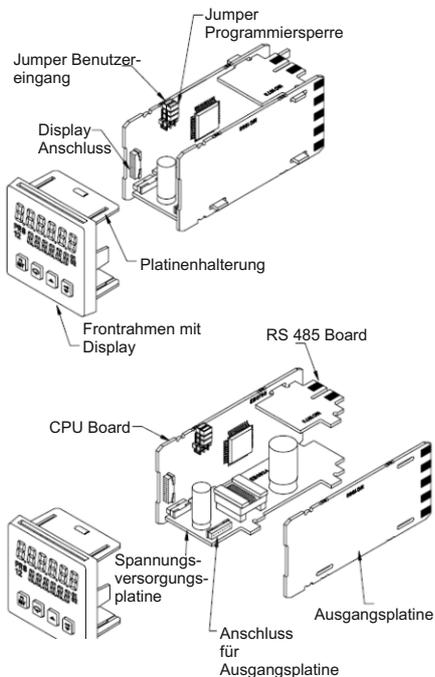

Bild 5.6: Auswechseln der Ausgangsplatinen
2. Ziehen Sie die Platinenhalterungen etwas auseinander und lösen Sie die Platinen vom Display (siehe Bild 5.6).